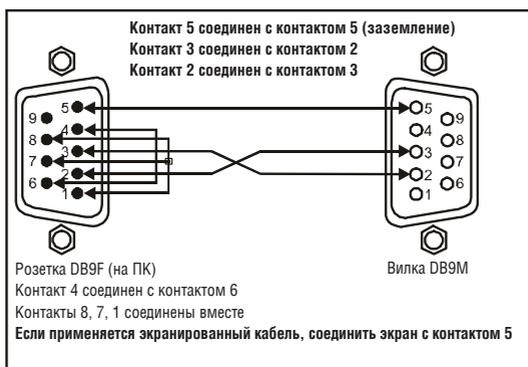

Рис. 3. Подключение к ПК без применения нуль-модемного адаптера
- Подсоедините порт RS-232 DB9 на PC к порту RS-232 DB9 на задней панели устройства **VS-66H**, как это показано на рис. 3.